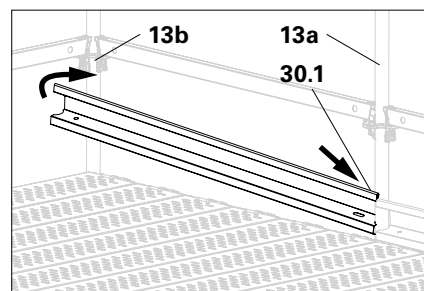

Abb. A5.02a
- Großer Rohrausschnitt (**30.1**) liegt rechts. (Abb. A5.02a)